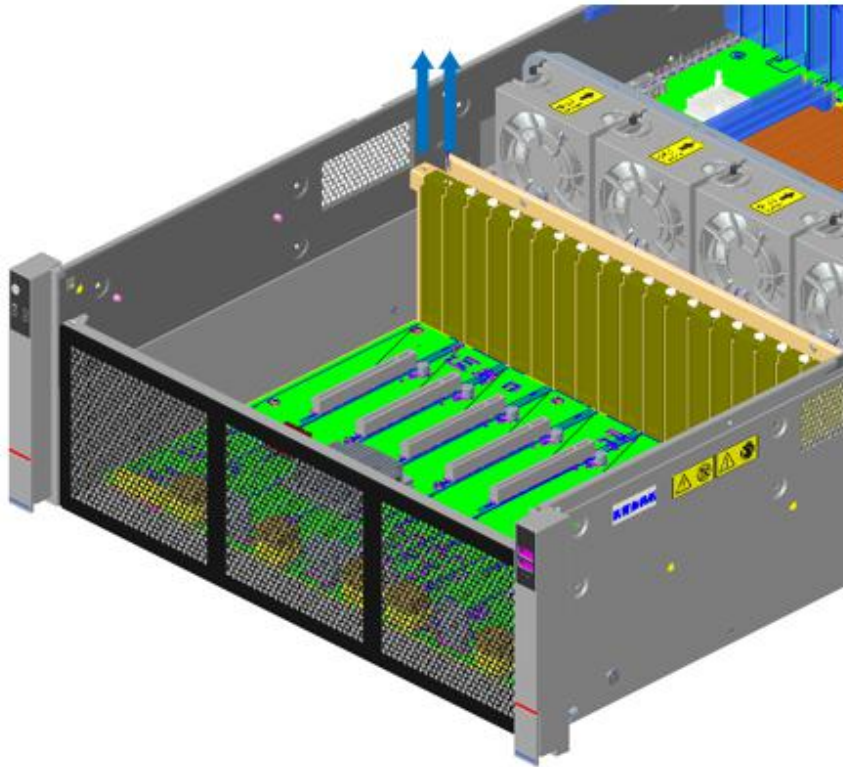

图 2.9 取出固定螺丝与挡片
(3) 取出 GPU 挡片并安装 GPU 卡，如下图 2.9 和 2.10: